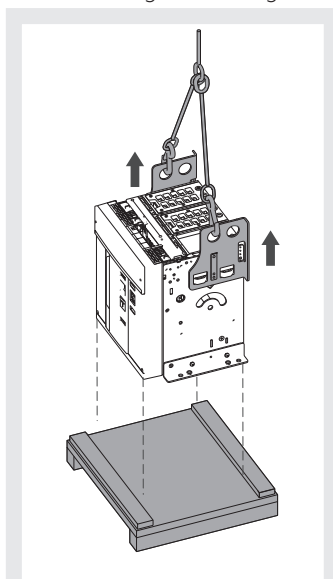
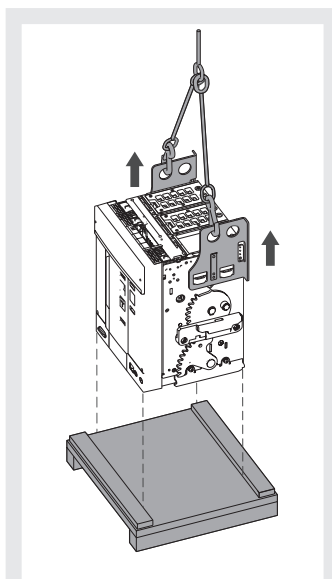

Figure 15
Figure 16
1. Soulever le disjoncteur de la base de l'emballage avec les plaques de levage à acheter séparément. Voir Figure 15 et Figure 16.